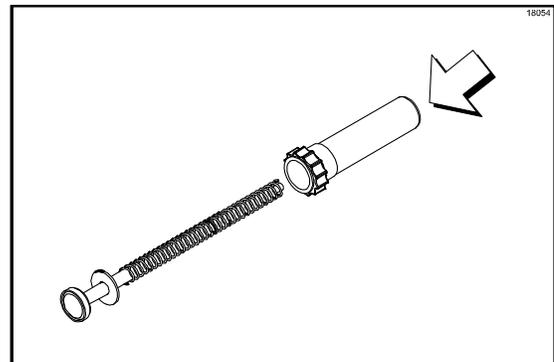

图 91
6. 将柱塞管（装配有插件和旋钮）的喇叭口端安装到柱塞组件上。（见图 91。）